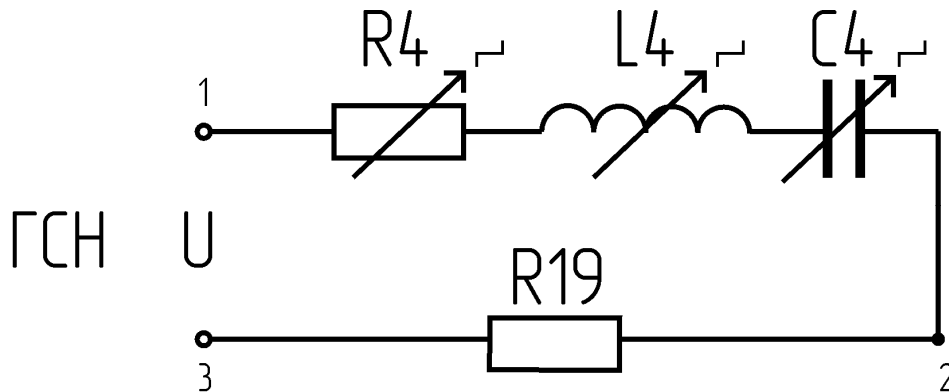

Рис.22
1.Для исследования синусоидального режима собрать цепь по схеме рис.22, установив $R_4=30$ Ом, $L=20$ мГн, $C_4=4$ мкФ.
1. Для цепи рис.22, используя данные и результаты измерений пп.2,3 экспериментальной части, вычислить полное сопротивление цепи Z и действующее значение тока I .
2. Используя данные п.1 экспериментальной части и учитывая, что активное сопротивление катушки $L_4=20$ мГн в блоке переменной индуктивности $R=11$ Ом, рассчитать теоретически для цепи рис.22: полное сопротивление цепи Z ; действующее значение тока в цепи I ; угол сдвига фаз φ . Сравнить расчетные результаты с экспериментальными.
3. Рассчитать полную, активную и реактивную мощности в цепи рис.22 для случаев, когда значения элементов цепи соответствуют установленным в пп.1,5а и 5б экспериментальной части. Результаты записать в табл.10.
6. Используя данные и результаты измерений пп.1,3,5.1 и 5.2 для цепи рис.22, построить векторные диаграммы напряжений.